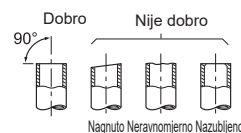

Fig. 2
- Ako je odvodno crijevo isporučeno s unutarnjom jedinicom prekratklo, spojite ga s odvodnim crijevom (J) koje bi moralo biti dostavljeno na mjesto ugradnje. (Fig. 2)